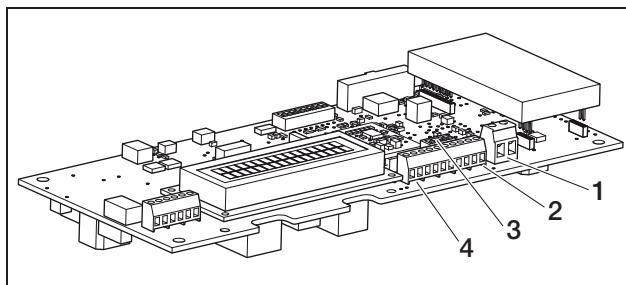

Figura 54: Collegamenti scheda di comunicazione I
- Collegare i cavi al morsetto corrispondente (figura 54, posizione 1).
- In base all'assegnazione (tabella 8), collegare i cavi ai morsetti (4, nella figura 54).